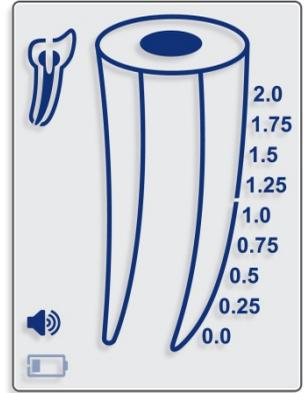

Fig. 2
- 5.2.2 Lorsque le niveau de la pile est faible, l'indicateur de pile faible clignotant s'affiche sur l'écran (fig. 2). Le S5 Apex Locator® continuera à fonctionner normalement avec une pile faible ; remplacer néanmoins celle-ci avant qu'elle ne soit totalement usée, comme décrit à la section 5.2.1 ci-dessus.